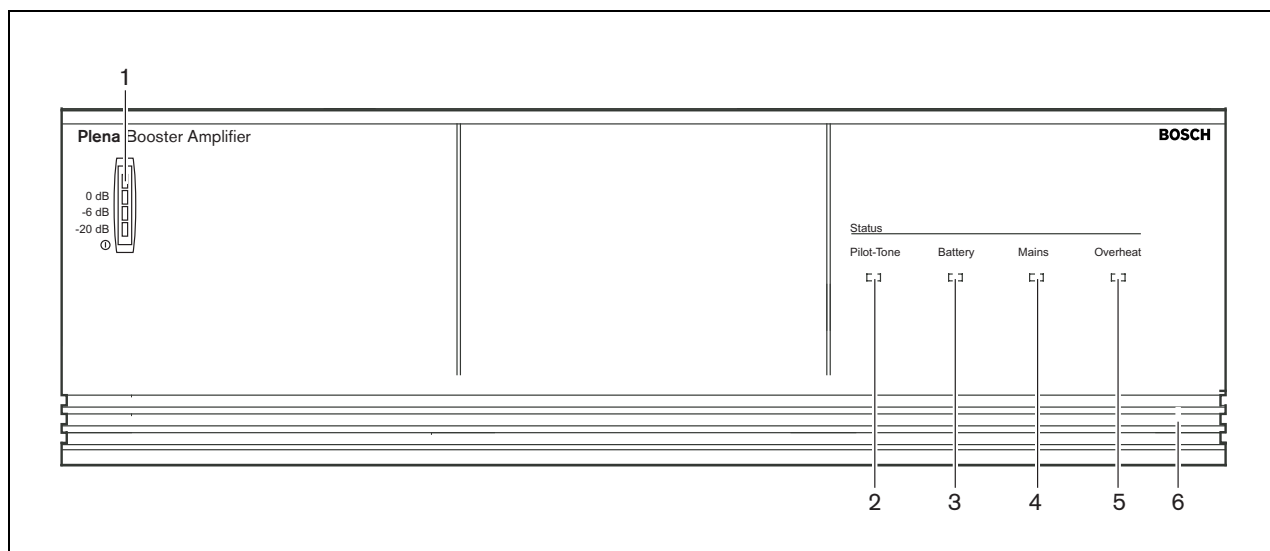

figura 5.2: Pannello frontale LBB1938/20
Se l'alimentazione principale o quella ausiliaria sono presenti, il VUmetro a barra (1) sul pannello frontale dell'amplificatore di potenza è illuminato ed indica il volume di uscita dell'amplificatore (vedere figura 5.2). Se la temperatura interna raggiunge un livello critico a causa di una scarsa ventilazione o di un sovraccarico, un circuito di protezione dai surriscaldamenti disattiverà (OFF) lo stadio di potenza. Quando lo stadio di potenza viene disattivato (OFF) dal circuito di protezione dai surriscaldamenti, sul pannello frontale si accende l'indicatore di surriscaldamento, Overheat (5) e sul relé d'ingresso relativo al guasto viene inviato un segnale. L'indicatore di funzionamento della batteria, Battery (3) si accende in caso di malfunzionamento dell'alimentatore principale con conseguente utilizzo della batteria ausiliaria.